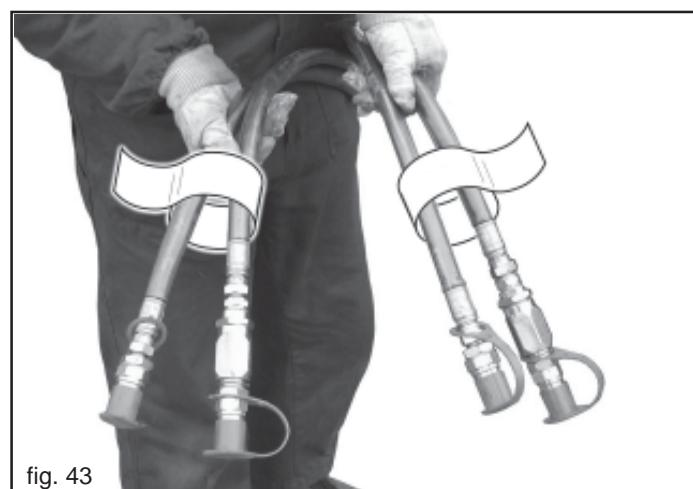

fig. 43
- 4) Raccorder correctement les tuyaux oléohydrauliques aux distributeurs du tracteur, en suivant l'indication figurant sur chaque tuyau (Fig. 43).